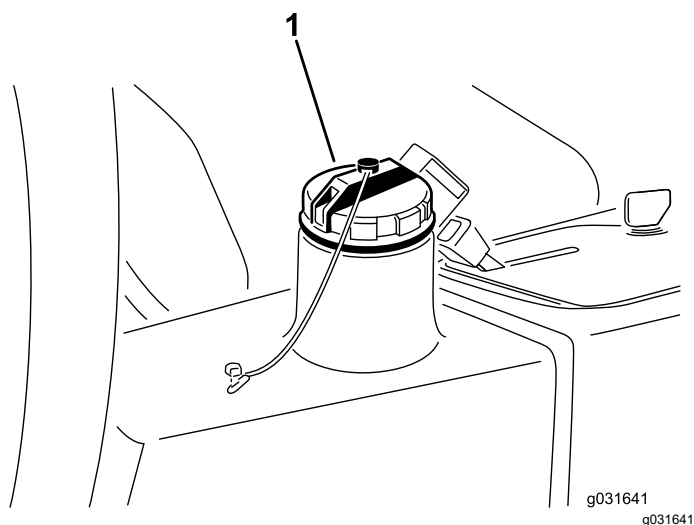

図 67
4. 油圧オイルタンク **図 67** に約 13.2 リットルの油圧オイルを入れる **油圧システムを点検する (ページ 50)** を参照。